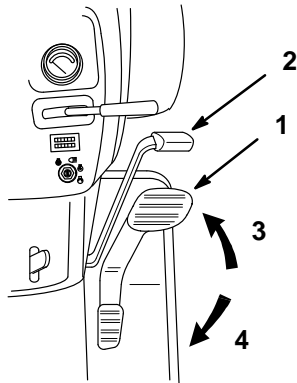

Abbildung 20
4. Den Fuß auf das Radantriebspedal stellen und langsam den oberen Teil des Pedals heruntertreten, um vorwärts zu fahren, bzw. den unteren Teil des Pedals, um rückwärts zu fahren (Abb. 20). Je weiter das Pedal heruntergedrückt wird, desto schneller bewegt sich das Gerät in der entsprechenden Richtung.